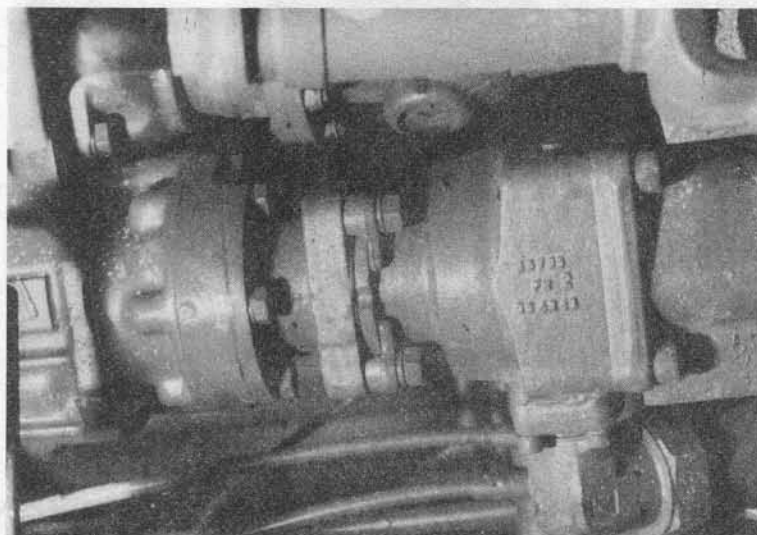

Fig. 48 — POMPE HYDRAULIQUE DE TREUIL.
- Une prise de mouvement, type P 226, de rapport 0,882, fixée sur la boîte de vitesse et transmettant le mouvement à une pompe hydraulique LEDUC, type L 50 DA, qui met l'huile sous pression (fig. 48).